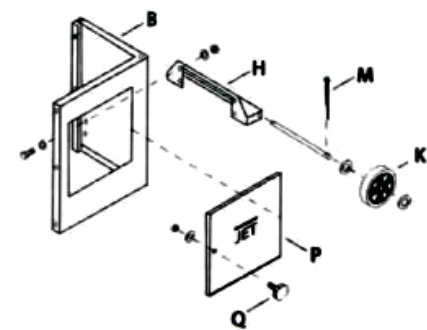

Рис.3
Пропустите вал через отверстия в опорной площадке (H), установите шайбы и колеса, расшплинтуйте вал (М) чтобы колеса не соскакивали. (рис. 3)